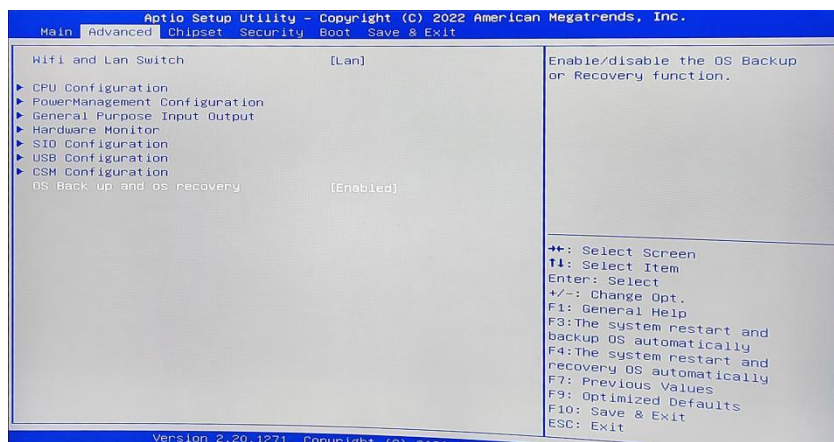

图 4 操作界面
(1) 检查工作：① 由于备份及还原操作过程中机器均不能外接存储设备，在操作之前务必先检查确认 USB 接口未连接外部存储设备，如 U 盘等，否则备份还原会出现错误；② 保证硬盘内存容量大小不小于 64G；
(2) 按电源键开机或上电开机后，连续点击键盘上的 delete 键进入 BIOS，切换到还原操作界面（如图 4 所示）打开备份还原设置 OS Back up and os recovery, 更改状态为 Enable；